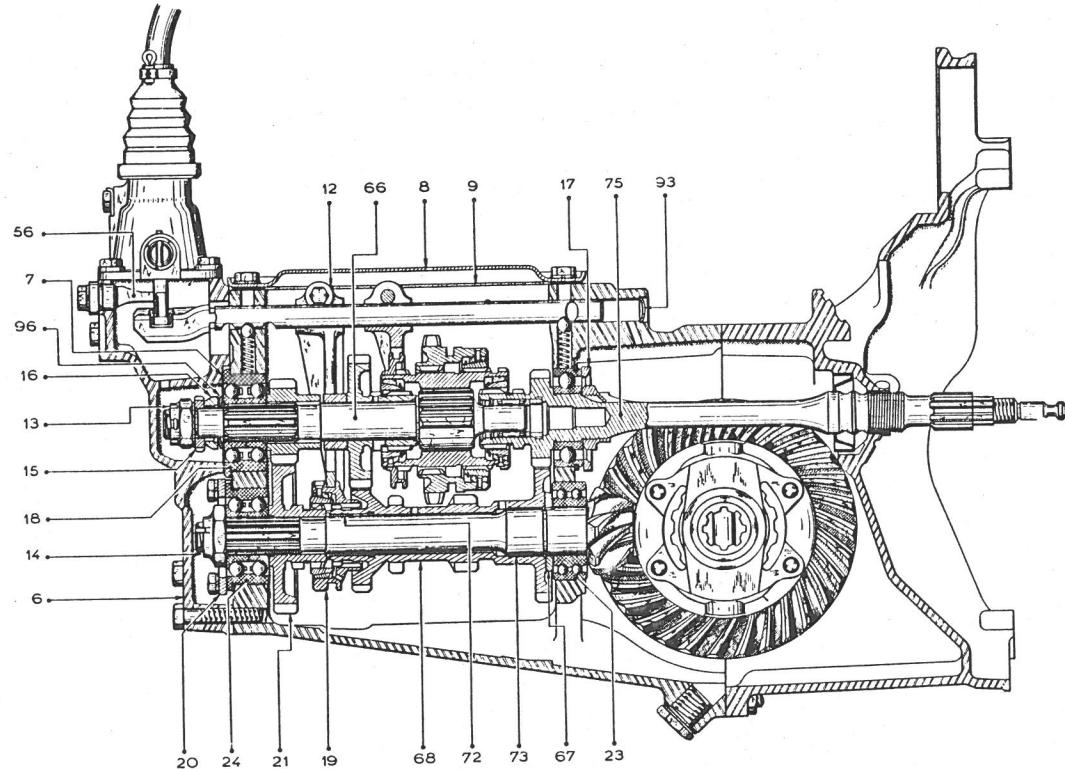

Fig. 24. Snit af transmissionsenheten.
Er hjulet (21) i fig. 25, 29,25 mm langt, monteres shims'e (74) mellem leje og hjul. Er hjulet 31,25 mm langt, monteres shims'e derimod under lejets kраве, som vist nederst i fig. Lejets holoplade (20) fig. 24 fastspændes med et moment på 2,5 kpm (18,5 lbft), og møtrikken (14) tilspændes fast.